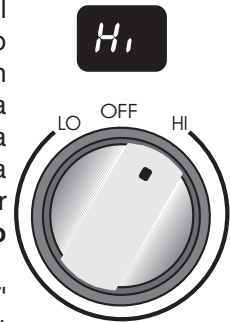

Fig. 3
2. Empuje hacia adentro y gire a la perilla de control en cualquier dirección para el ajuste deseado usando la pantalla del indicador digital ESEC (Fig. 3). Gire la perilla para regular el ajuste, si lo desea. Comience la mayoría de las operaciones de cocción en un ajuste más alto y luego gire a un ajuste más bajo para terminar de cocinar. Cada elemento superior proporciona una cantidad constante de calor en cada ajuste. Si el área de calor de color rojo se extiende más allá del borde inferior del utensilio significa que ese utensilio es **demasiado pequeño** para el área de calefacción del elemento.